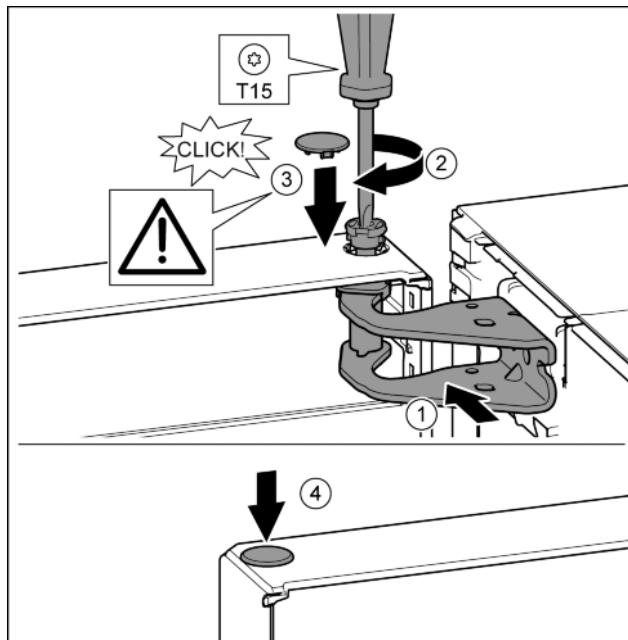

Fig. 17
- Дверь вверху выровнять по отверстию в опорном кронштейне. Fig. 17 (1)
- Вставить палец и затянуть отверткой T15. Fig. 17 (2)
- Установить предохранительную крышку для защиты двери: вставить предохранительную крышку и проверить, прилегает ли она к двери. В ином случае вставить палец полностью. Fig. 17 (3)
- Вставить заглушку. Fig. 17 (4)